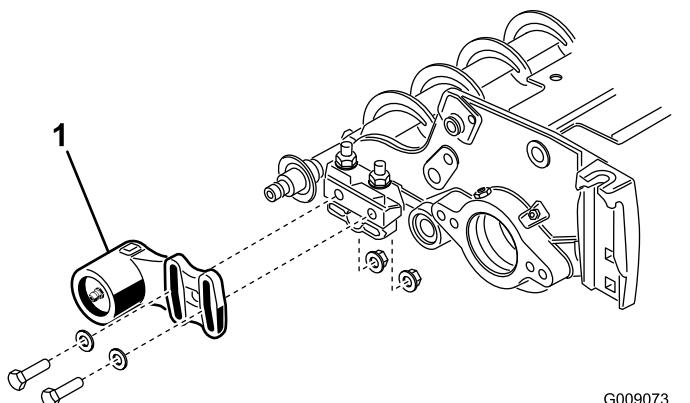
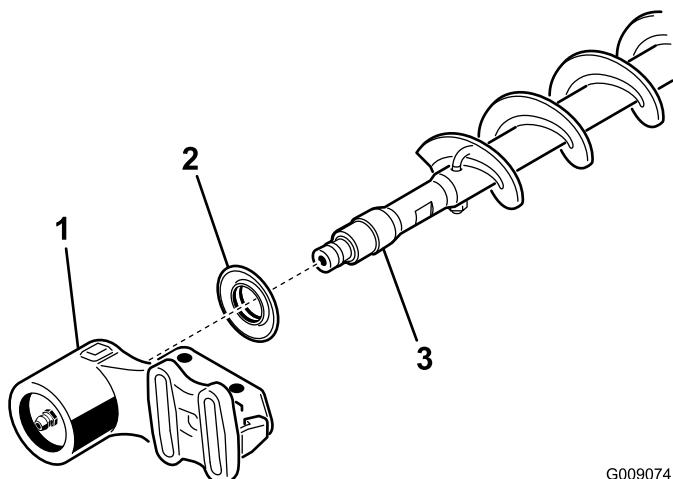

図 36
図37
1. カッティングユニットにローラブラシが取り付けられている場合には、非駆動側ベアリングハウジングをベアリングハウジング取り付けブラケットに固定しているボルト2本を外す図36と図37。
2. 非駆動側ベアリングハウジングとエクスクルーダシールをシャフトから取り外す図37。
9. 非駆動側ベアリングハウジングとエクスクルーダシールをブラシシャフトに取り付ける図37。